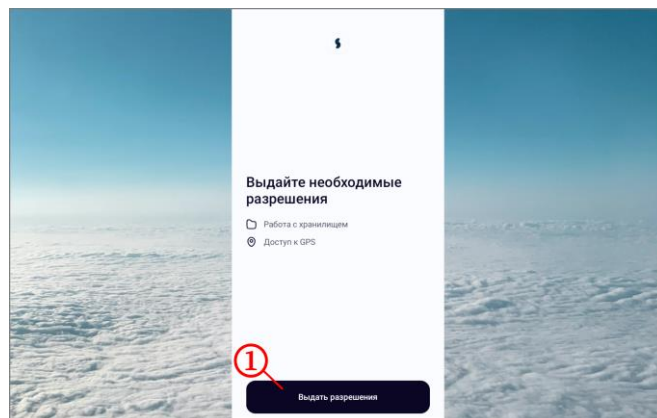

Рисунок 2
- нажать на кнопку «Выдать разрешения» (рисунок 2, шаг 1);
- при первом запуске ПО в качестве начального экрана был открыт экран выдачи необходимых разрешений (рисунок 2);